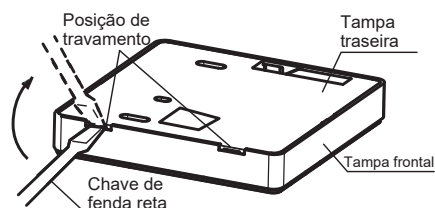

Figura 2
1. Insira a ponta da chave de fenda reta na posição de travamento na parte inferior do controlador com fio e levante a chave de fenda para abrir a tampa traseira. (Preste atenção no sentido do levantamento. O levantamento incorreto pode danificar a tampa traseira!) (Figura 2)